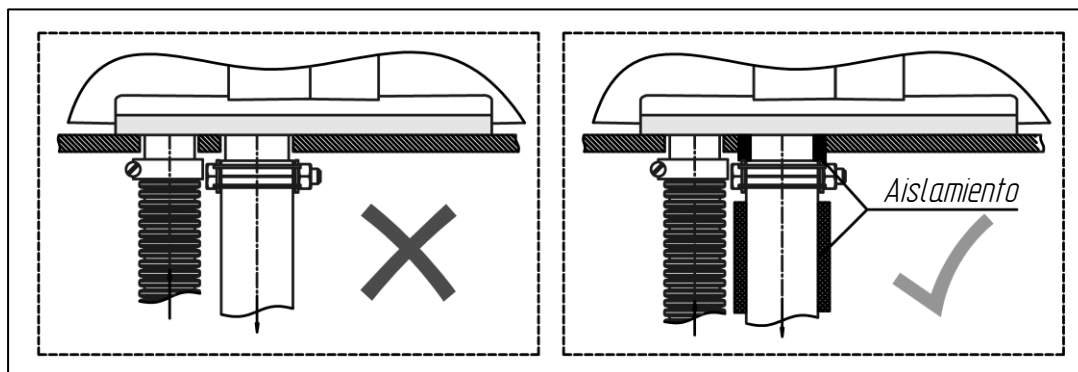

Fig. 12 - Instalación del aislamiento térmico adicional
**Se debe instalar un aislamiento térmico adicional en los lugares donde el tubo de escape atraviesa el suelo o la pared lateral del vehículo (Fig. 12) para evitar riesgos de incendio innecesarios.**